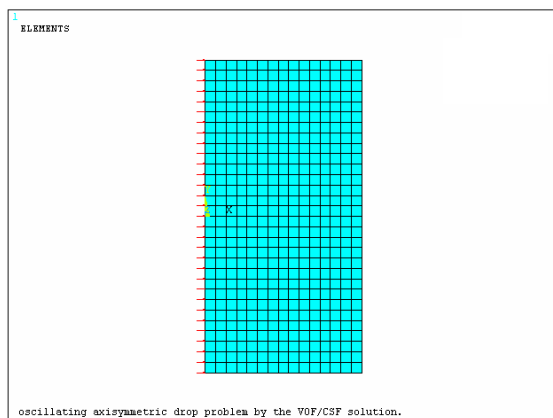

图 7-94 加载后的几何模型
⑧单击“Apply”按钮会再弹出 Define Initial C...对话框, 单击“Pick All”按钮会弹出“Define Initial Conditions”对话框, 在“Lab DOF to be specified”选择列表中选择 VY, 在“VALUE Initial value of DOF”输入框中输入 0, 单击“OK”按钮关闭该对话框。加载后的几何模型如图 7-94 所示。
⑨单击 ANSYS 工具条的“SAVE_DB”按钮保存数据。